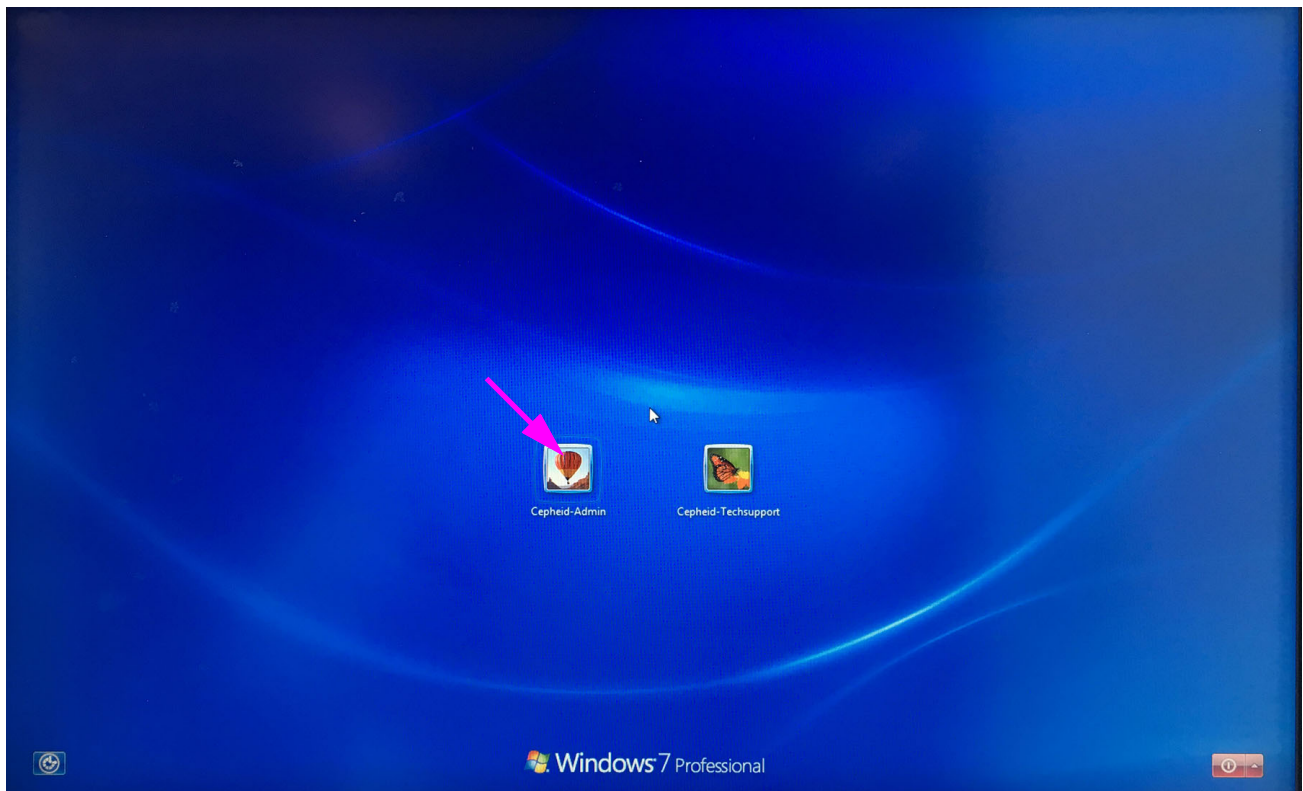
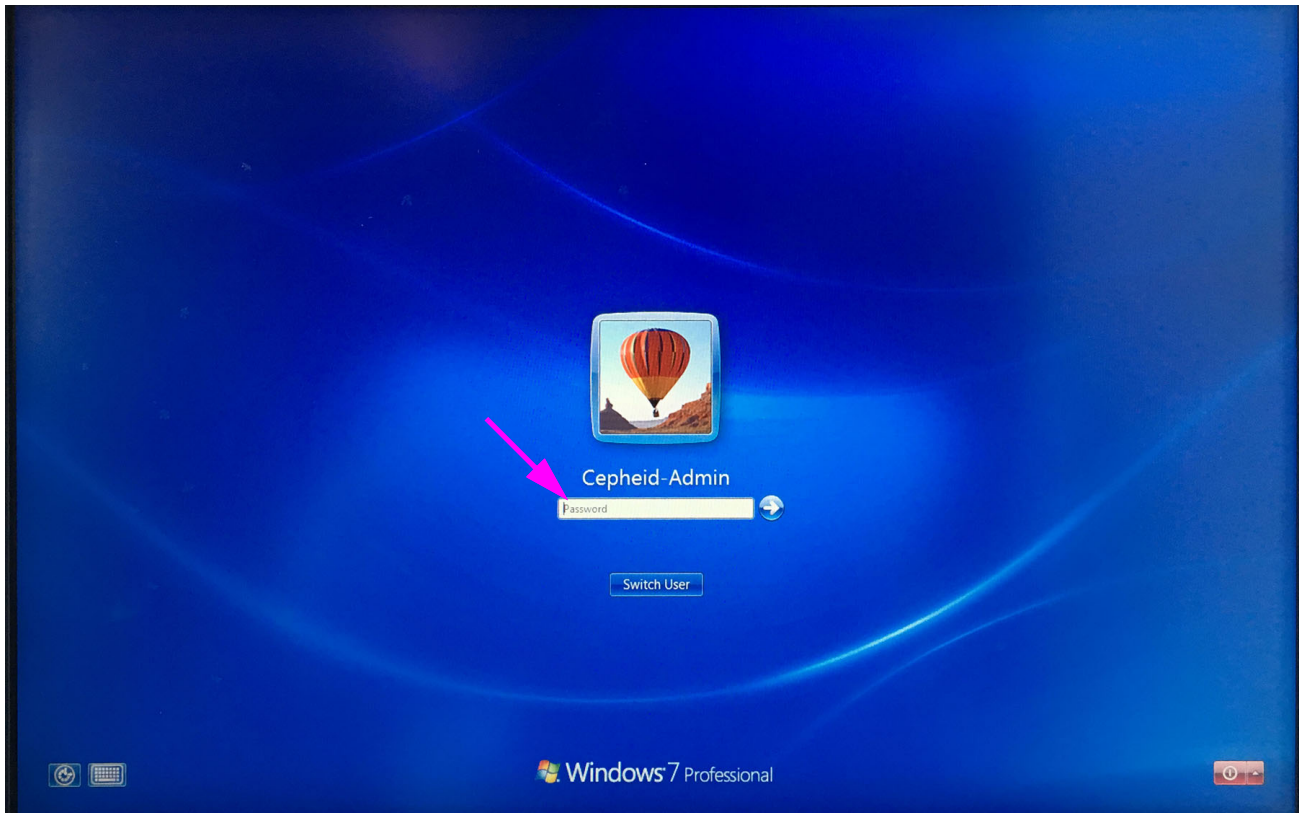

Figura 5-3. Ecrã de contas do Windows 7
Figura 5-4. Ecrã de palavra-passe do Windows 7
1. No Windows 7, após o arranque, vai surgir o ecrã de contas do Windows. Ver Figura 5-3.
A conta **Cepheid-Admin** é utilizada para todas as tarefas do cliente, tais como a execução de testes, configuração do sistema e atualizações do software. A conta **Cepheid-Techsupport** destina-se a ser utilizada apenas pela Assistência técnica da Cepheid, como ilustrado na Figura 5-3.
2. No ecrã de contas do Windows 7, seleccione a conta de utilizador **Cepheid-Admin** (ver Figura 5-3). Aparece o ecrã de palavra-passe do Windows. Ver Figura 5-4.
3. No ecrã de palavra-passe do Windows 7 (ver Figura 5-4), introduza a palavra-passe que lhe foi atribuída pelo administrador do sistema. Vai surgir o ecrã do ambiente de trabalho do Windows 7.